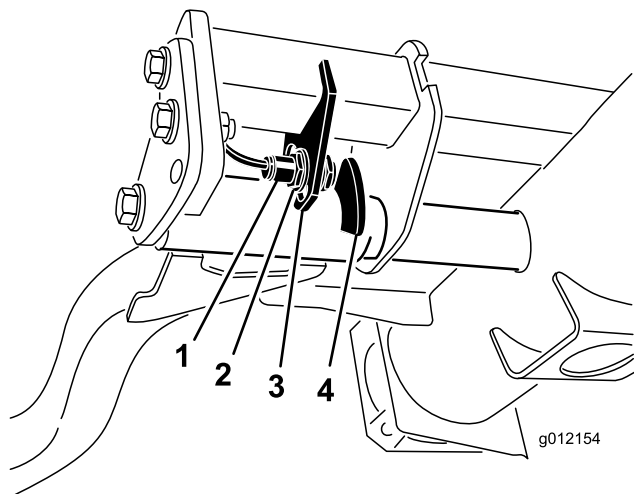

図 43
2. 昇降アームのスイッチは、油圧のメイン・タンクの下にある右前昇降アームの後ろ側に装着されている（図 43）。
3. スwitchの取り付けネジ（図 43）をゆるめ、スイッチの位置を下げると、昇降アームの旋回高さが長くなり、上げると、昇降アームの旋回高さが短くなる取り付けボルトを締め付ける。